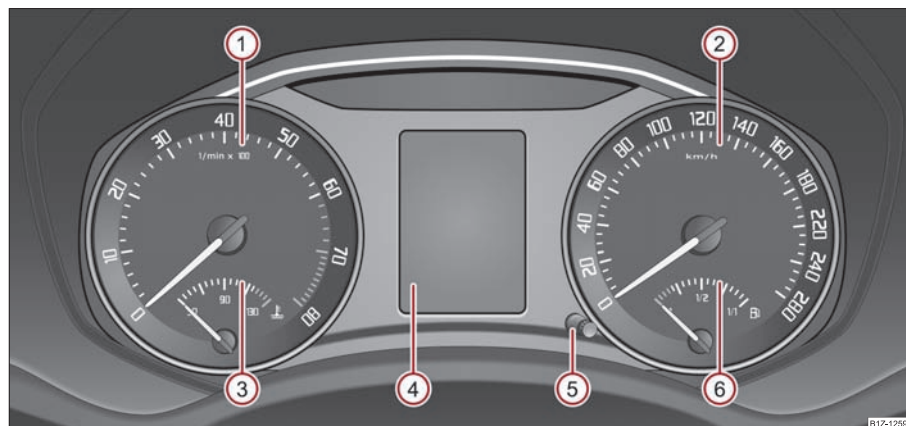

Fig. 18 Cuadro de instrumentos
El sector rojo de la escala del cuentarrevoluciones ① ⇒ página 17, fig. 18 marca el sector, en el que la unidad de control del motor comienza a limitar el régimen del motor. La unidad de control del motor limita el régimen del motor a un valor límite seguro.
El indicador de la temperatura del líquido refrigerante ③ ⇒ página 17, fig. 18 funciona sólo con el encendido conectado.
El indicador del nivel de combustible ⑥ ⇒ página 17, fig. 18 funciona sólo con el encendido conectado. ►
Si Vd. mantiene pulsado el botón de reposición  ⇒ página 17, fig. 18 durante aprox. 1 segundo, el contador parcial se reposicionará a cero.
Los indicadores de intervalos de mantenimiento también se pueden reposicionar mediante el botón  $\Rightarrow$ página 17, fig. 18.
El reloj se pone mediante el botón **(5)** ⇒ página 17, fig. 18.